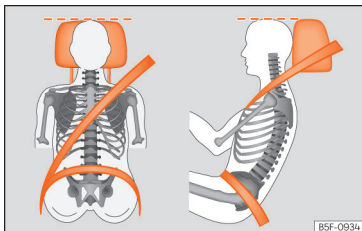

Fig. 16 Faixa do cinto de segurança e encosto de cabeça corretamente regulados.
- Ajuste o encosto de cabeça de modo a que o rebordo superior fique, na medida do possível, alinhado com a parte superior da cabeça, o mais próximo possível da altura dos olhos¹⁾ » » » **Página 93.** Mantenha a nuca o mais próximo possível do encosto de cabeça » » » **Fig. 16.**
- Ajuste longitudinalmente o banco, de modo a poder carregar a fundo nos pedais com os joelhos ligeiramente fletidos e a ficar uma distância entre a zona dos joelhos e o painel de instrumentos de pelo menos 10 cm (4 polegadas) » » » **Fig. 16.**